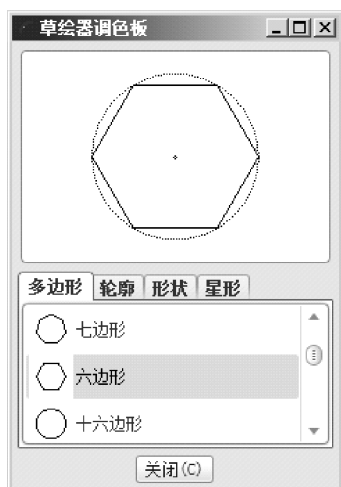
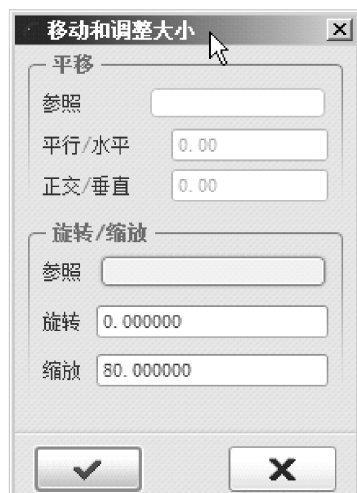
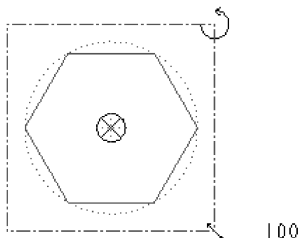
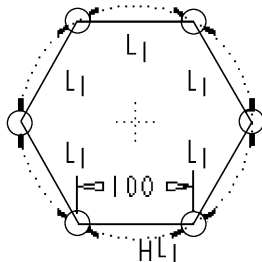

图 3-41 【草绘器调色板】窗口
图 3-42 【移动和调整大小】对话框
图 3-43 插入图形
图 3-44 完成的图形
单击【草绘器工具】工具栏中的【调色板】按钮，打开如图 3-41 所示的【草绘器调色板】窗口。该窗口包括【多边形】、【轮廓】、【形状】和【星形】4 个选项卡，每个选项卡的下半部分均显示对应图库的列表，上半部分显示图形预览。在图库列表中双击某图形，将光标移动到图形区，光标变为“”形状，在图形区单击拾取插入位置，图形区即出现相应图形，并弹出【移动和调整大小】对话框，如图 3-42 所示，在其中设置好各参数后，单击按钮即可完成图形的插入。如果不再使用调色板，单击【草绘器调色板】对话框中的按钮，即可关闭该对话框。
- (1) 单击【草绘器工具】工具栏中的【调色板】按钮，打开【草绘器调色板】窗口。
- (2) 切换至【多边形】选项卡，在图库列表中选择【六边形】，此时对话框上半部分出现六边形的预览图形，如图 3-41 所示。
- (3) 双击图库列表中的【六边形】，将光标移动到图形区，光标变为“”形状。
- (4) 在图形区中的适当位置单击，以拾取插入位置，出现如图 3-43 所示的正六边形，并且弹出【移动和调整大小】对话框，如图 3-42 所示。
- (5) 在【移动和调整大小】对话框中将【缩放】选项的值设置为 100。
- (6) 单击按钮即可完成图形的插入，完成的图形如图 3-44 所示。